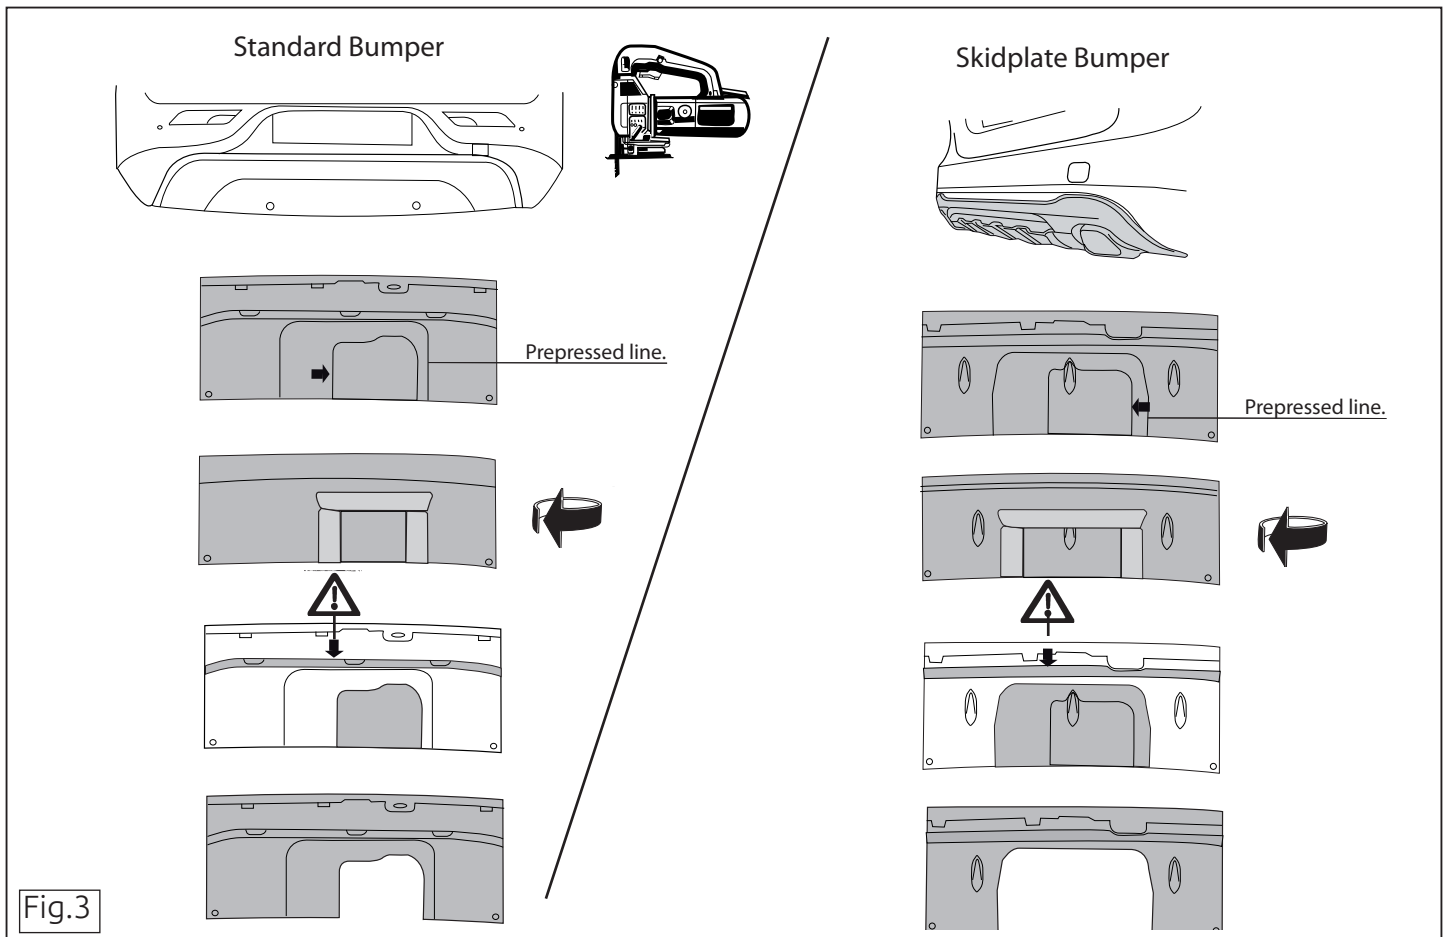

Fig.3
10. Saw a section out of the middle of the underside of the bumper as shown in fig 3 and 4.
10. Auf der Unterseite der Stoßstange einen Teil aus der Mitte gemäß Abbildung 3 und 4 herausschneiden.
10. Scier au centre de la partie inférieure du pare-chocs une partie correspondant à la figure 3 et 4.